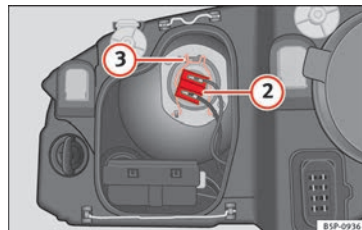

Abb. 179 Abblendlicht
- Ziehen Sie den Stecker **» Abb. 179 2** von der Lampe ab.
- Nehmen Sie die Haltefeder » **Abb. 179** ③ durch Eindrücken und Rechtsdrehung ab.